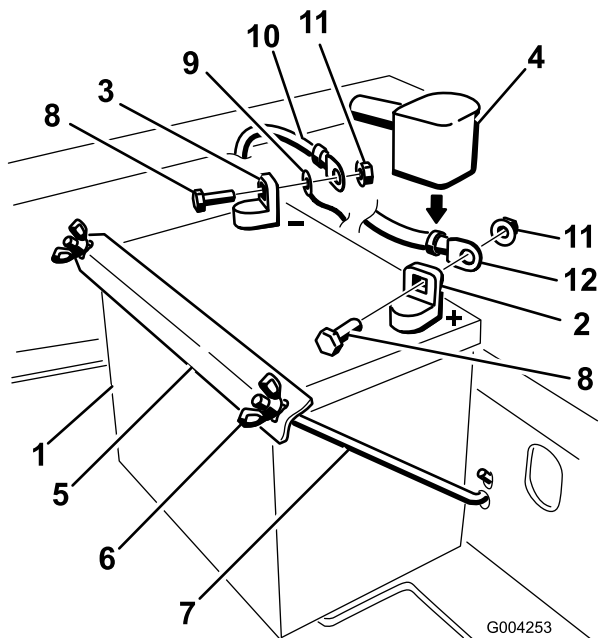

Figure 37
4. Commencez par débrancher le câble négatif et le câble de masse de la borne négative (-) de la batterie (Figure 37).
5. Ôtez le capuchon rouge de la borne positive (rouge) de la batterie. Débranchez ensuite le câble positif (rouge) de la batterie (Figure 37).
- Retirez les deux écrous à oreilles (1/4 pouce) de fixation de la barrette de maintien de la batterie (Figure 37).
- Placez la batterie dans son support en tournant les bornes vers le moteur (Figure 37).
- Fixez les câbles avec 2 boulons (1/4 x 3/4"), 2 rondelles (1/4 pouce) et 2 contre-écrous (1/4 pouce) (Figure 37).
- Fixez la batterie en position avec des boulons en J, une barrette de maintien et 2 rondelles (1/4 pouce), ainsi que 2 écrous à oreilles ((1/4 pouce)) (Figure 37).